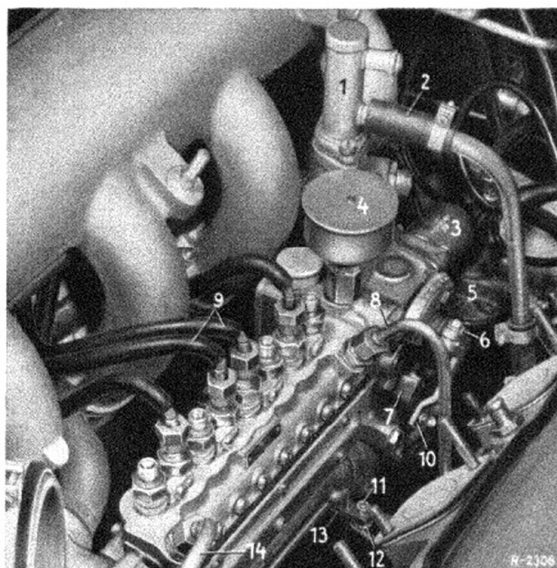

Bild 07-9/2
10. An der hinteren Pumpen-Befestigung Abstand zwischen Motorgehäuse und Befestigungsplatte (13) der Einspritzpumpe mit einer Fühlerlehre messen. Je nach Abstand die entsprechenden Ausgleichscheiben (12) beilegen und die beiden Schrauben (11) einsetzen und festziehen (Bild 07-9/2).